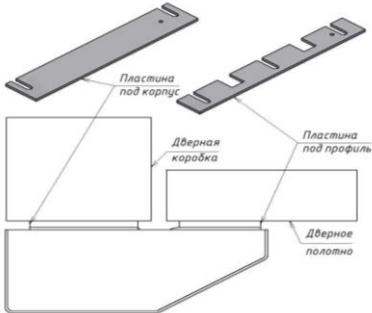

Рисунок 2 – Установка выравнивающих пластин под корпус и якорь
- пластина под профиль (рисунок 2) -1 шт.
- пластина под корпус (рисунок 2) -1 шт.
- саморез 5,5x32 (1) -5 шт.
- винт М6x16 (2) -1 шт.
- винт М3x4 (3) -4 шт.
- гайка М4 (4) -4 шт.
- шайба 4 65Г (5) -4 шт.
- шайба 4 (6) -4 шт.
- шайба 6 (7) -3 шт.
- 5.4 Закрепить корпус замка на коробке двери саморезами (1). Закрепить Z-профиль на створке двери саморезами (1). Закрепить на Z-профиле якорь с пружиной винтом (2). Для совмещения рабочих поверхностей корпуса и якоря могут быть использованы выравнивающие пластины (рисунок 2). После регулировки правильного положения замка затянуть крепежные саморезы.